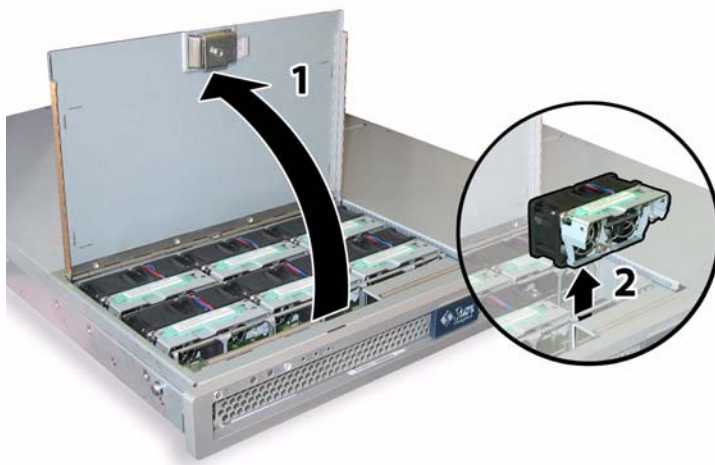

図 3-17 ファンベイのドア開放とファンモジュール取り外し
3. ファンベイのドアを開いた状態で、故障したファンモジュールのプラスチック製ストラップをつかみ、ファンモジュールをファンベイから真上に持ち上げます。図 3-17 を参照してください。